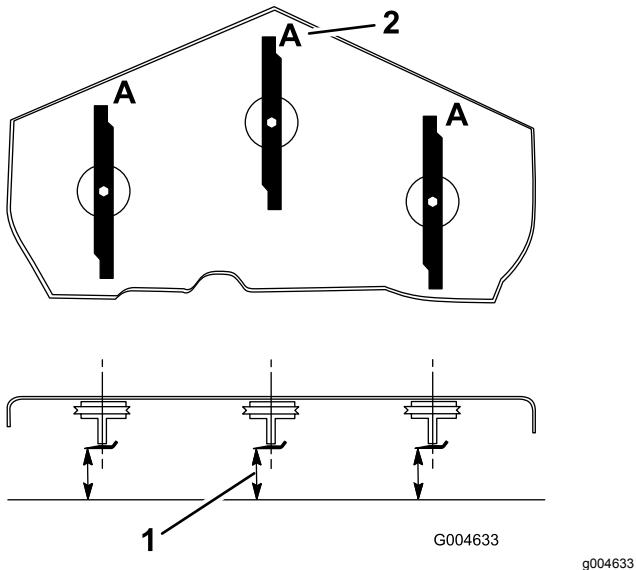

Figura 94
3. Gire las cuchillas hasta que los extremos estén orientados hacia adelante y hacia atrás (Figura 94).
Nota: Mida desde una superficie nivelada hasta el filo de corte, posición **A**, de las cuchillas (Figura 94). Anote esta dimensión.